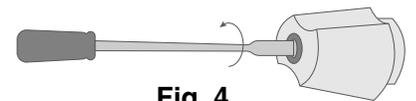

Fig. 4
- Quite el tornillo con un destornillador (Fig. 4).